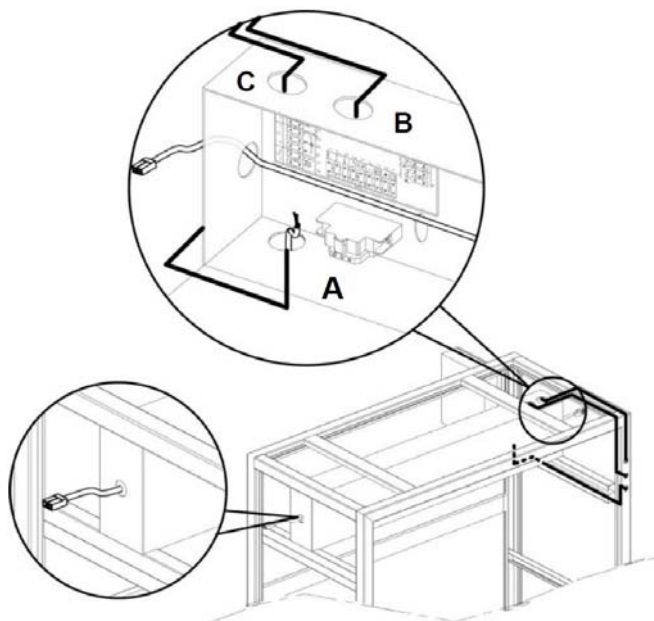

Рисунок 12
- Установите все четыре микропереключателя J17, которые находятся на каждой плате «Slave» (подчинённая) теплового аппарата в положение Off (выкл) (Рисунок 12);